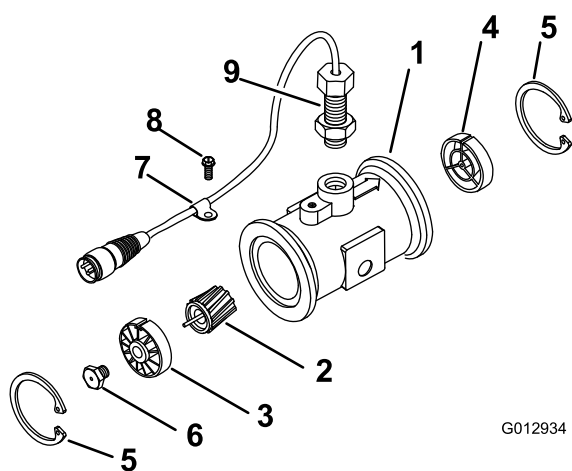

Рисунок 73
3. Снимите стопорное кольцо со стороны входа (Рисунок 73).